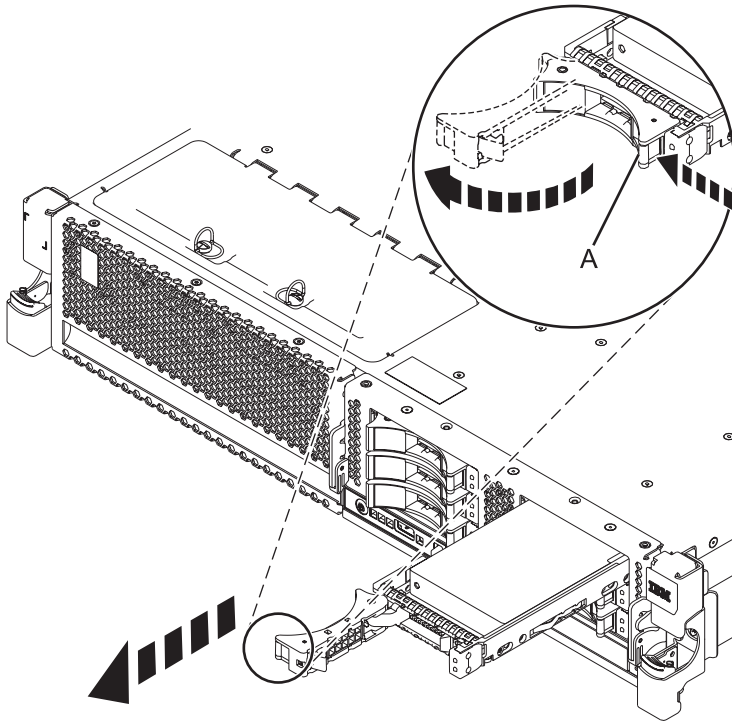

Figure 28. Retrait de l'unité de disque du fond de panier
- 1) Déverrouillez la poignée de l'unité de disques (A) et tirez-la vers vous pour la dégager.
- 2) Placez une main sous l'unité de disques et tirez avec précaution l'unité de disques du système, comme indiqué dans la figure 28.